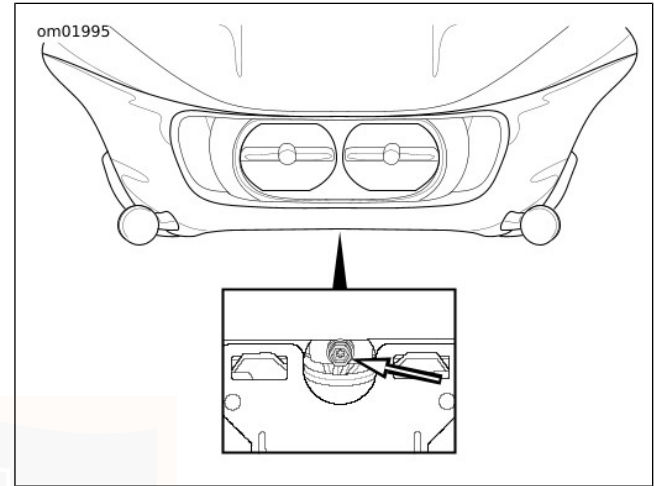

Abbildung 57. Scheinwerfereinstellvorrichtung
2. Siehe Abbildung 57. Die Einstellvorrichtung für den Scheinwerfer lokalisieren.